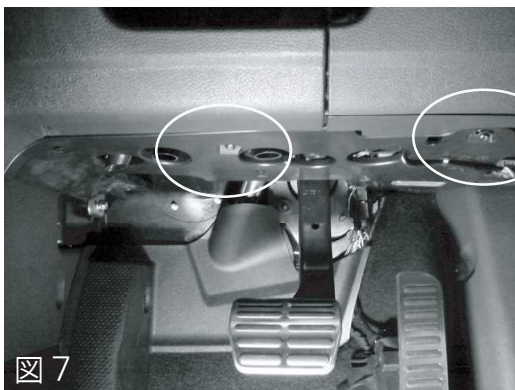

図7
- ・運転席下部のカバーを外してください。（図7の白丸部分にボルトが付いています）